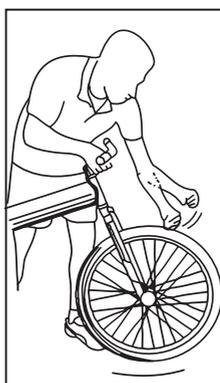

Рис. 16: Ударить по колесу в направлении вниз
5. Прежде чем ездить на велосипеде, поднять переднюю часть велосипеда, чтобы оторвать переднее колесо от земли и несколько раз резко ударить по колесу в направлении вниз (Рис. 16). Колесо не должно шататься или отсоединяться.